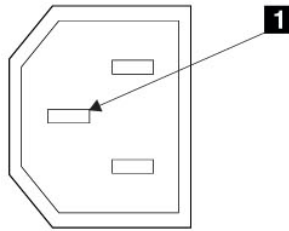

图 4. 接地插脚
6. 检查 SAN Volume Controller 的机架和每个主电源接口的接地插脚之间的电连续性。接地插脚如图 4 中 **1** 所示。